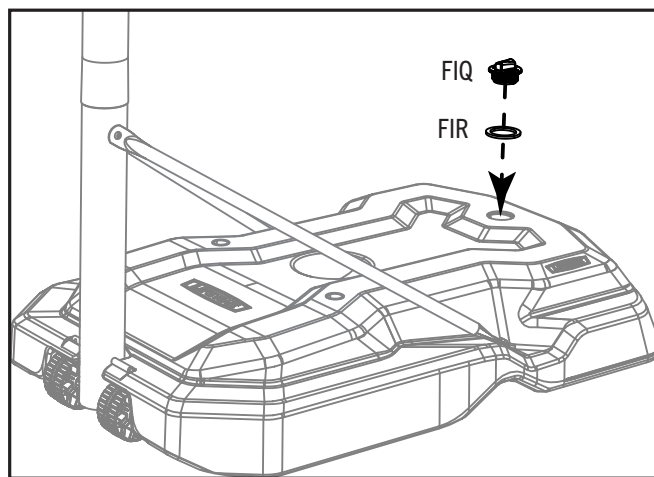

Fig. 3
5. Colocar la **junta** (FIR) en el **tapón** (FIQ) y atornillararlo en la base hasta que quede apretado (Fig. 3).